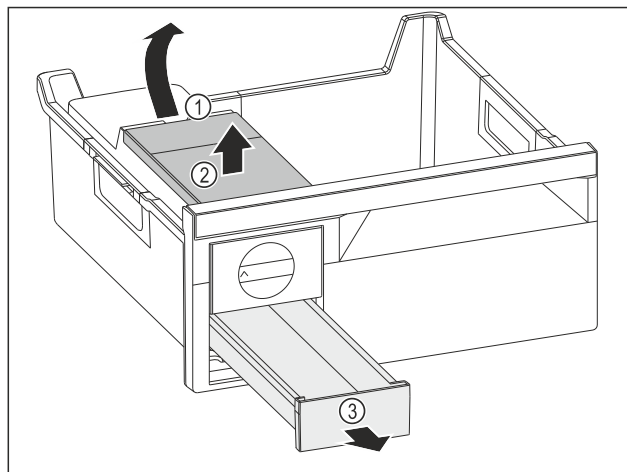

Fig. 182
- ▶ Retirer le réservoir d'eau : Soulever le réservoir d'eau hors de l'évidement Fig. 182 (1).
- ▶ Retirer le réservoir d'eau Fig. 182 (2) vers le haut.
- ▶ Retirer le compartiment à glaçons Fig. 182 (3) vers l'avant.